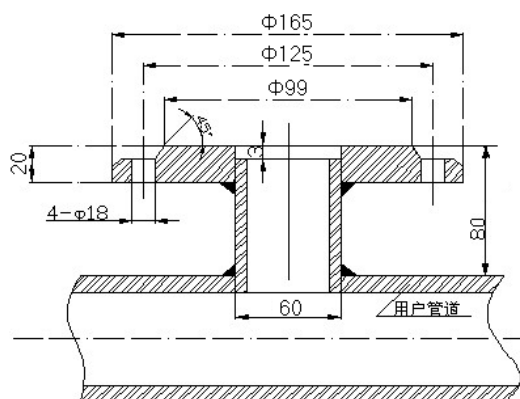

图3 安装底座的焊接
2.3 按图 3 所将 DN50 球阀安装到安装底座上。注意球阀的长空腔向上。检查球阀是否能全开全关。如有问题应进行修理。将压紧螺纹座、压紧螺母和橡胶密封圈安装到球阀上。松开定位螺钉和压紧螺母,将传感器插入杆通过球阀插入被测管道。插入深度由 6.4.4 计算,并由游标卡尺或钢卷尺测量,符合要求后,上紧压紧螺母和定位螺钉,同时应注意传感器方向标志杆指向应和流体流向